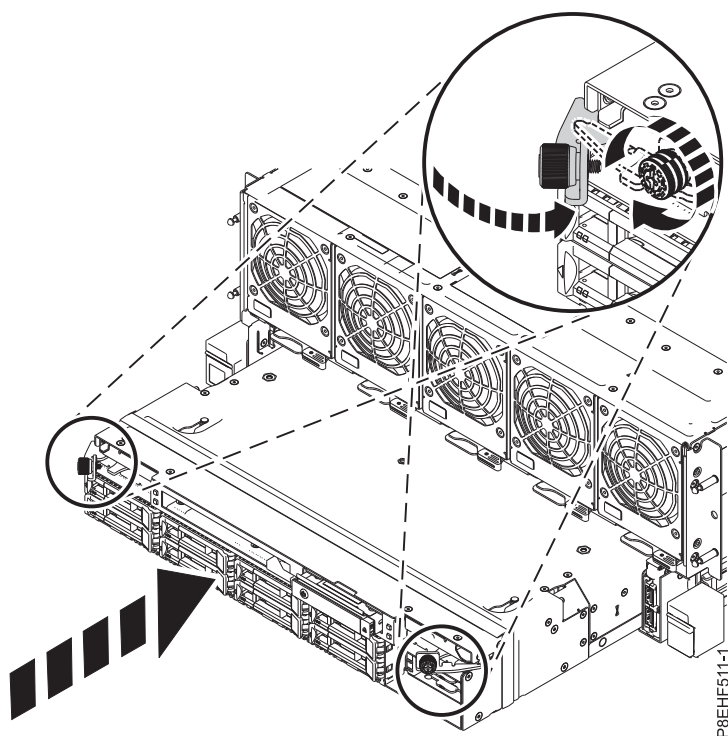

Figura 14. Substituir o conjunto RAID
5. Faça deslizar o conjunto RAID no sistema. Rode os trincos e aperte os parafusos de aperto manual, conforme demonstrado em Figura 14.